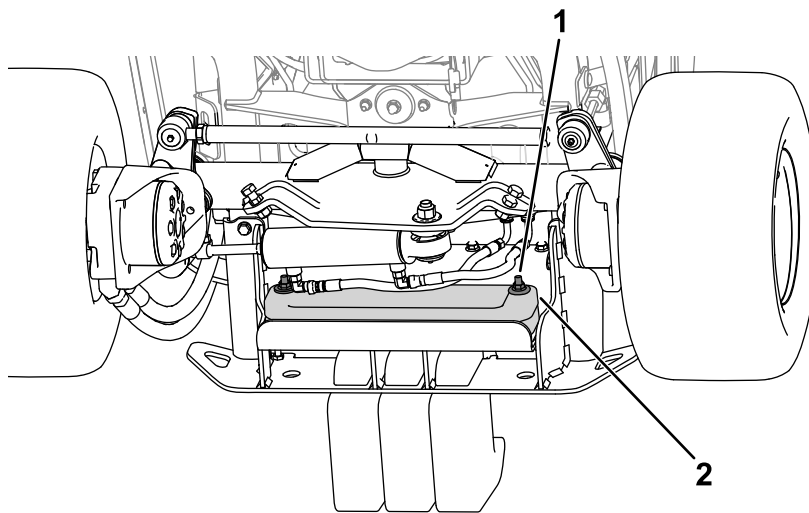

Figura 20
2. Utilizzate la bulloneria per fissare le zavorre al paraurti (Figura 20).